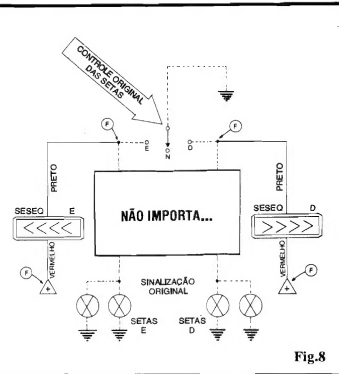

Fig.8
- FIG. 8 - OUTRA POSSIBILIDADE DE INSTALAÇÃO ELÉTRICA... - Já se o terminal ativo da chave/controle original das setas de direção tiver uma conexão normal à "terra" (negativo), então os fios **pretos** dos dois SESEQs devem, respectivamente, ser ligados aos terminais de saída *esquerda* e *direita* da tal chave, sendo que os fios **vermelhos** deverão ser ligados a qualquer ponto onde existam os 12V positivos do circuito elétrico do carro... Novamente, *não importa* o sistema usado para o acionamento intermitente das originais lâmpadas de seta... Também no diagrama, as linhas tracejadas indicam conexões já existentes, linhas sólidas mostram a fiação a ser acrescentada, e pontos marcados com "F" mostram as ligações a serem feitas...